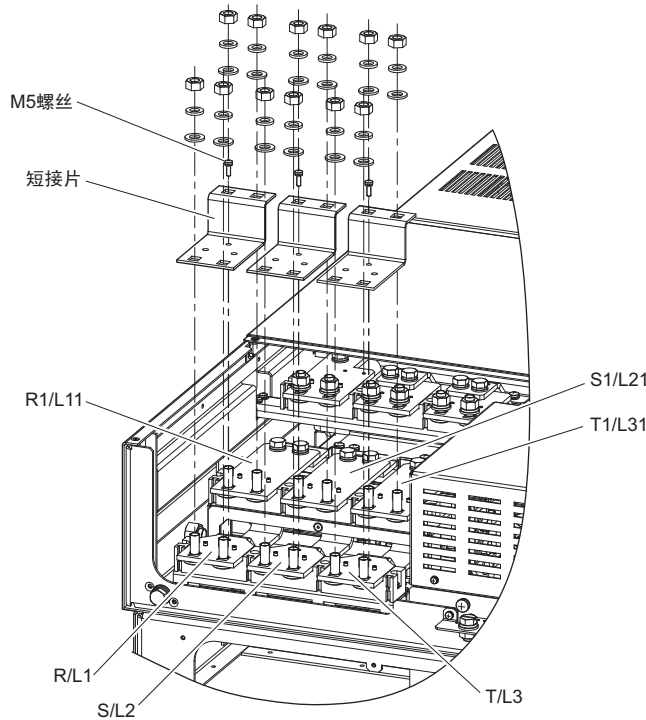

图 10 短接片的拆除
- 机型为 CIMR-HB4A0810、4A1090 的变频器，出厂时主回路端子 R/L1-R1/L11、S/L2-S1/L21、T/L3-T1/L31 间通过短接片进行了短路。进行 12 相整流时，请参照图 10 拆除短接片（3 处）。